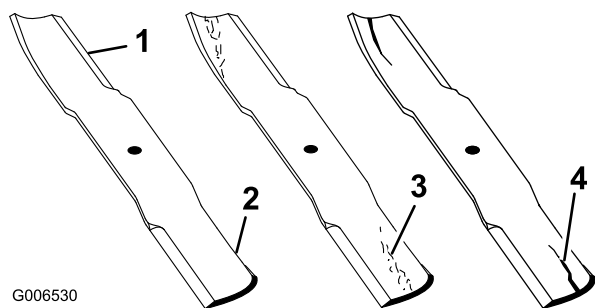

Figure 80
1. Examinez le tranchant des lames (Figure 80). Si les lames coupent mal ou présentent des indentations, déposez-les et aiguissez-les (voir Aiguisage des lames).
2. Inspectez les lames, surtout la partie relevée (Figure 80). Remplacez immédiatement toute lame endommagée, usée ou qui présente une entaille (Figure 80).